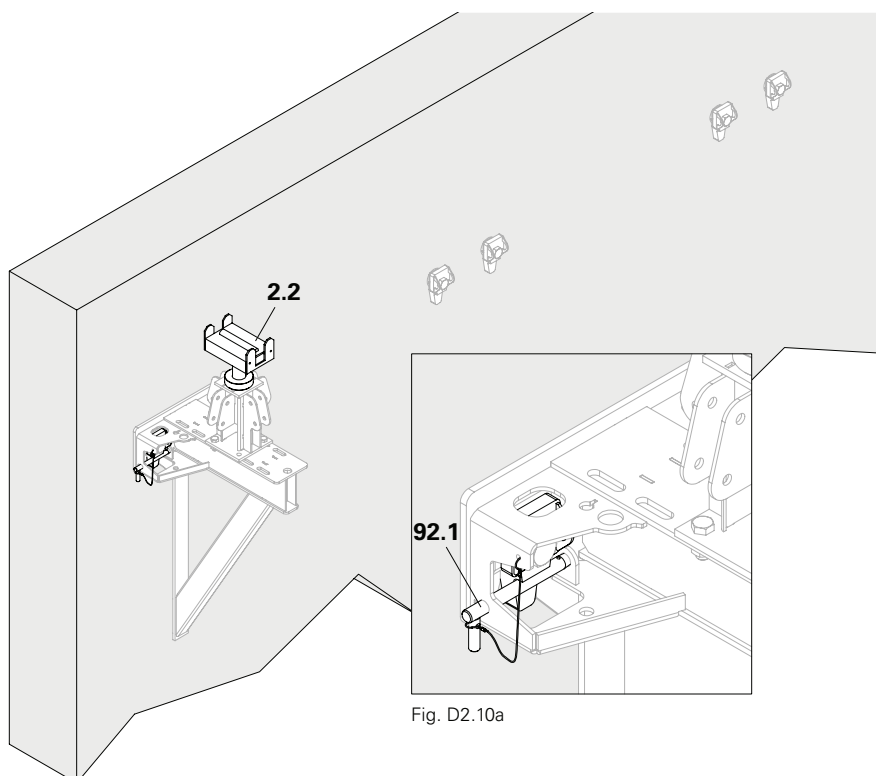

Fig. D2.10
3. Impostare l'albero (**2.2**) alla lunghezza specificata (Fig. D2.10 + D2.10a)